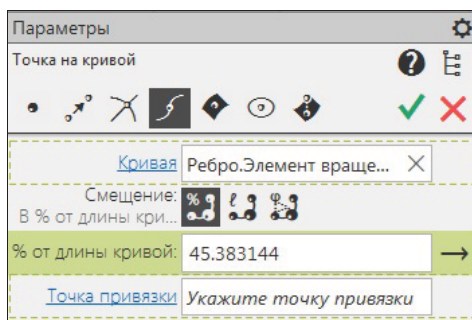

Рис. 20.19. Панель Параметры: Точка на кривой
- ♦ переместите точку в нужное положение на кривой мышью или на панели **Параметры: Точка на кривой** (рис. 20.19) задайте числовое смещение от начальной вершины кривой с помощью группы кнопок **Смещение**: